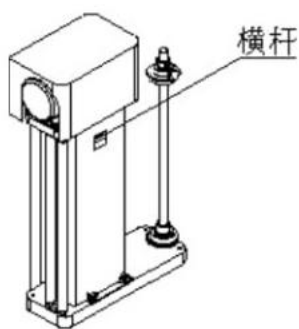
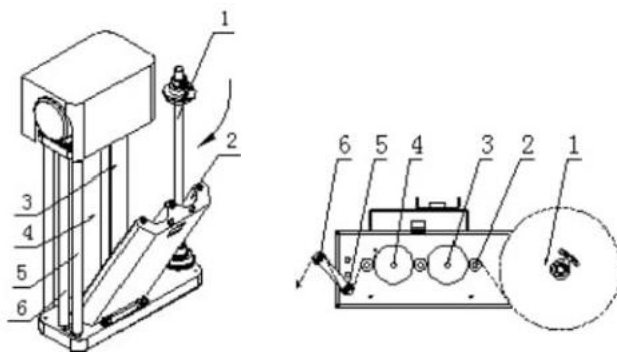

图2-16
图2-17
① 穿膜方法及薄膜拉紧力的调整
a. 预拉型(图2-16、2-17)
如图2-16所示, 将横杆向下压使过渡滚筒座翻转一定角度, 然后将薄膜按箭头方向穿过(如图2-17所示), 再将过渡滚筒座合上即可。通过调整转盘转速和调节预拉电机的转速达到薄膜张紧程度。具体只需调节控制转盘和预拉伸的变频器上的黑色旋钮即可。转盘转速越快, 预拉电机越慢, 膜越紧。反之则越松。